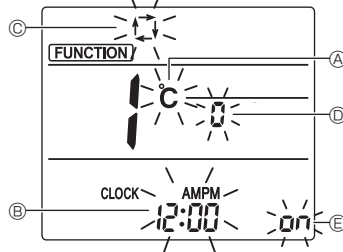

Fig. 5-8
L'écran Réglage de l'affichage s'affiche. (Fig. 5-8)
#### 5.9.2. Changement de l'unité de température (Fig. 5-8 (A))
- Appuyez sur la touche **TEMP** (5).
#### 5.9.3. Changement de l'affichage de l'heure (Fig. 5-8 (B))
- Appuyez sur la touche **TIME** (6).
#### 5.9.4. Changement du mode AUTO (Fig. 5-8 (C))
- Appuyez sur la touche **MODE** (7).
#### 5.9.5. Changement du n° de paire (Fig. 5-8 (D))
- Appuyez sur la touche **UP** (4).